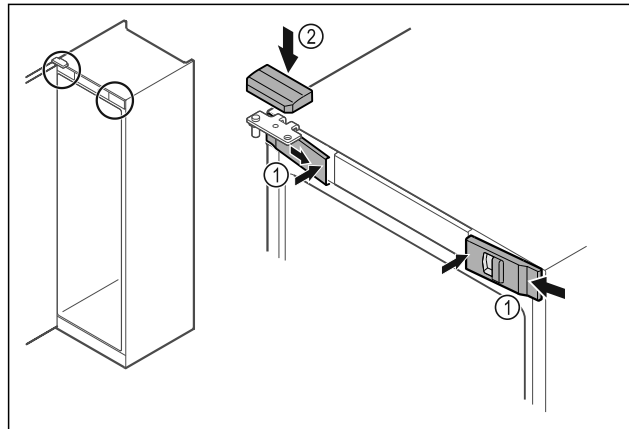

Fig. 55
- Accrocher les caches avant Fig. 55 (1) par les côtés et les enclencher en appuyant sur l'intérieur.
- Insérer le cache supérieur Fig. 55 (2) par le haut.